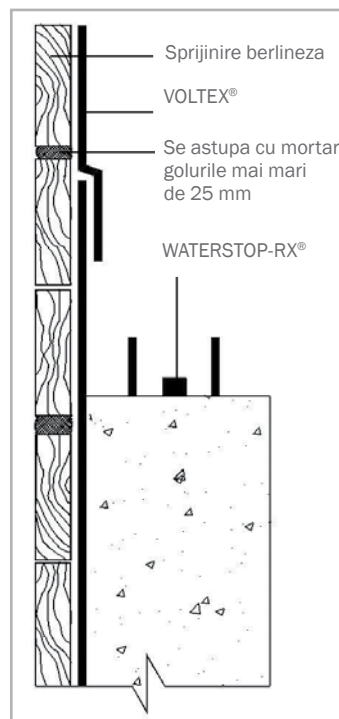

Figura 2.4 - VOLTEX® instalat direct pe dulapi cu goluri (perete beton turnat in situ)
**Pregatirea suprafetei:** Golurile din peretele sprijinirii nu trebuie sa depaseasca 25 mm. Daca acestea depasesc 25 mm se vor umple cu mortar de ciment, lemn, polistiren extrudat (min. 2,75 bar) sau sol compactat (Figura 2.4). Daca exista infiltratii de apa in incinta, se aplica o folie de polietilena, inainte de instalarea membranei VOLTEX®.